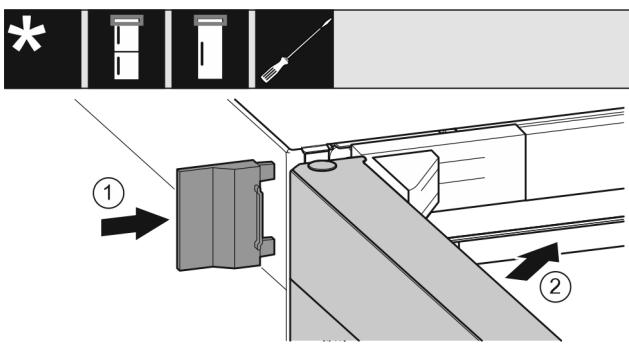

Fig. 25
- 插入外盖 Fig. 25 (1)。
- 关闭冰箱上方门 Fig. 25 (2)。